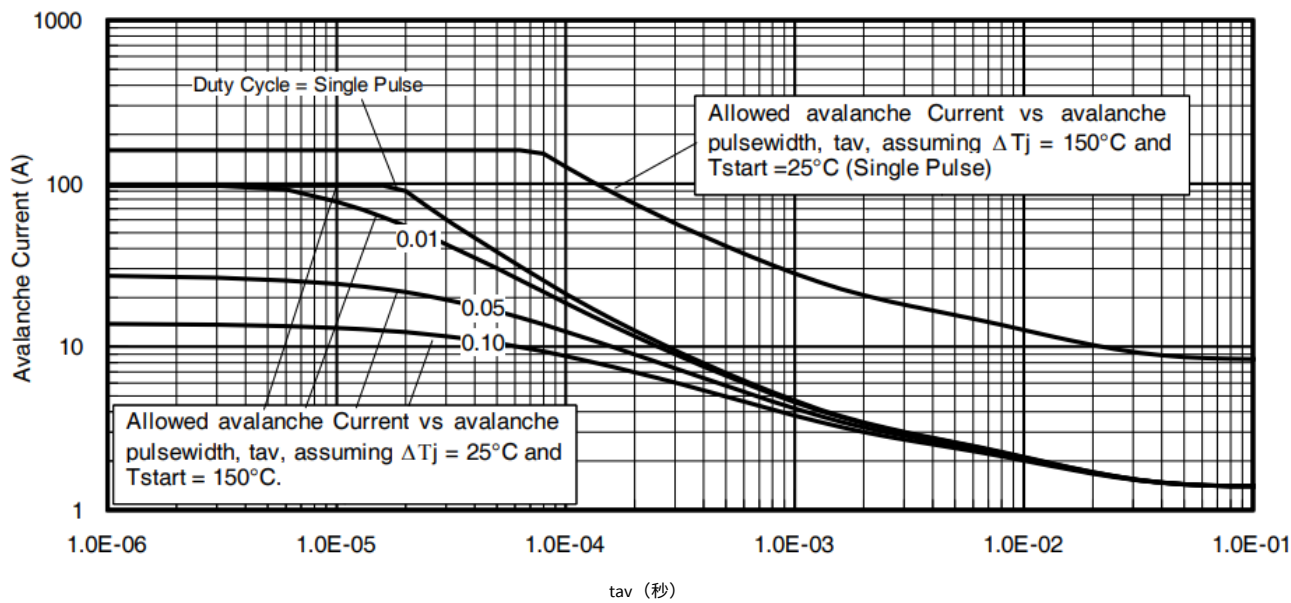

图 15.典型雪崩电流与脉冲宽度
关于重复的雪崩曲线的注释，图 15、16：（更多信息，请参见[www.irf.com](http://www.irf.com) 上的 AN-1005）
7.  $\Delta T$  = 可允许的结温上升，不得超过  $T_{jmax}$ （图 15、16 中假设为 25°C）。